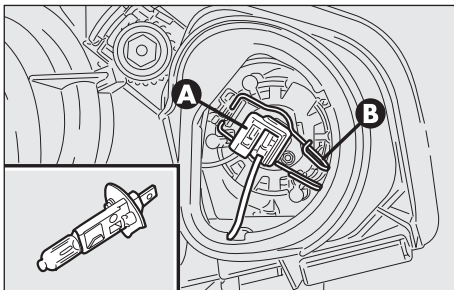

fig. 23a
**Phares antibrouillard (fig. 23a)**